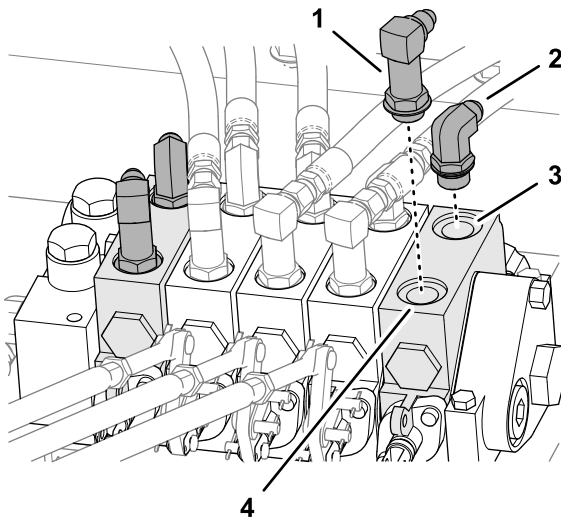

Figura 5
- Monte los acoplamientos de 90° cortos en los orificios de retracción de las válvulas de control de las unidades de corte 6 y 7 (Figura 5).
4. Monte los acoplamientos de 90° altos en los orificios de extensión de las válvulas de control de las unidades de corte 6 y 7 (Figura 5).